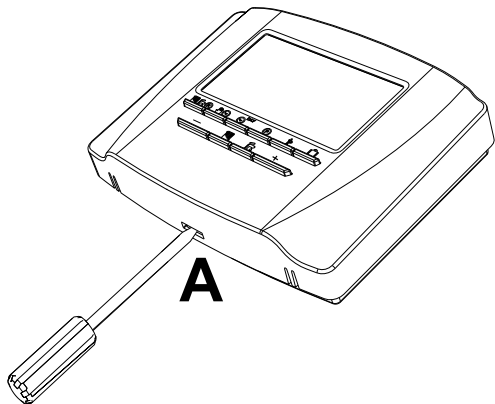

fig. 4
1. Retirer la partie avant en faisant levier avec un tournevis sur le point A comme indiqué sur la « fig. 4 » page 102.